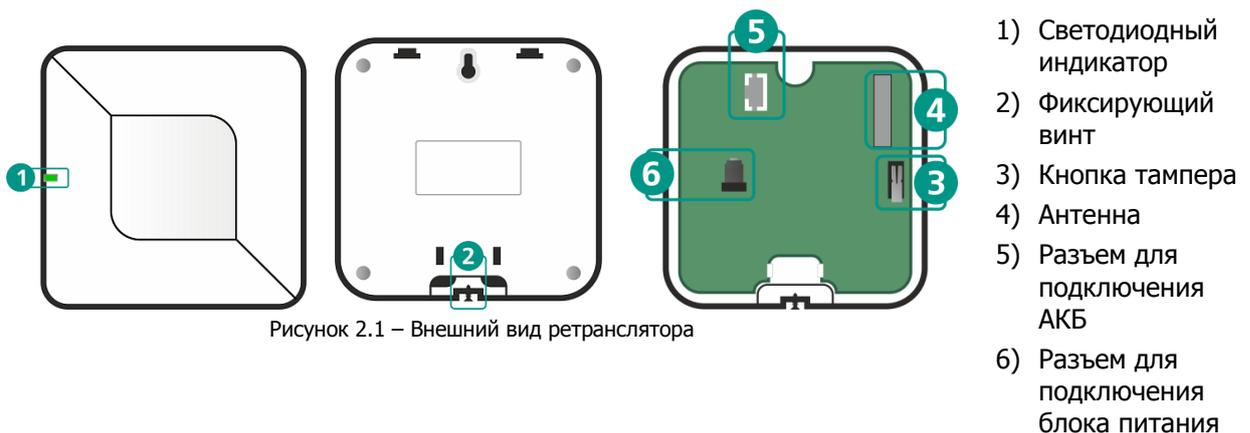
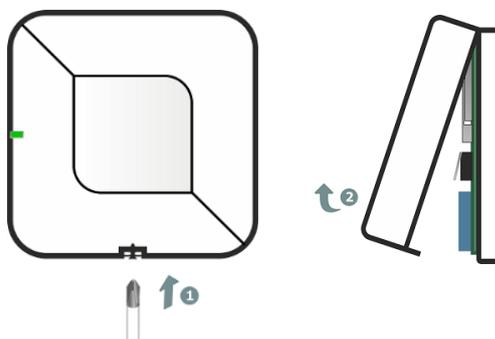

Рисунок 2.1 – Внешний вид ретранслятора
Рисунок 6.2 – Вскрытие корпуса ретранслятора
Ретранслятор оснащен встроенным тампером (3, рисунок 2.1) для контроля вскрытия корпуса.
- С помощью индикации на ретрансляторе. Для этого вскройте корпус ретранслятора, если он был закрыт (см. рисунок 6.2), и дважды нажмите на кнопку тампера (3, рисунок 2.1). Посмотрите на индикатор ретранслятора. Соответствие уровня связи и индикации представлено в таблице 8.1.
- Вскройте корпус ретранслятора, если он был закрыт (см. рисунок 6.2).
- 2) С помощью кнопки тампера (3, рисунок 2.1). Для этого вскройте корпус ретранслятора (см. рисунок 6.2) и полностью обесточьте ретранслятор на 30 секунд (отключите АКБ и блок питания). Зажмите кнопку тампера и подключите питание обратно, соблюдая указанную полярность. Удерживайте кнопку тампера, пока ретранслятор запускается (индикатор ретранслятора быстро мигает красным и зеленым цветами по очереди). Отпустите кнопку тампера и последовательно нажмите на нее не менее 5 раз с интервалом 0,5 – 1 сек. между нажатиями. Ретранслятор удален, если его индикатор начал мигать голубым цветом раз в секунду (индикация режима связывания).